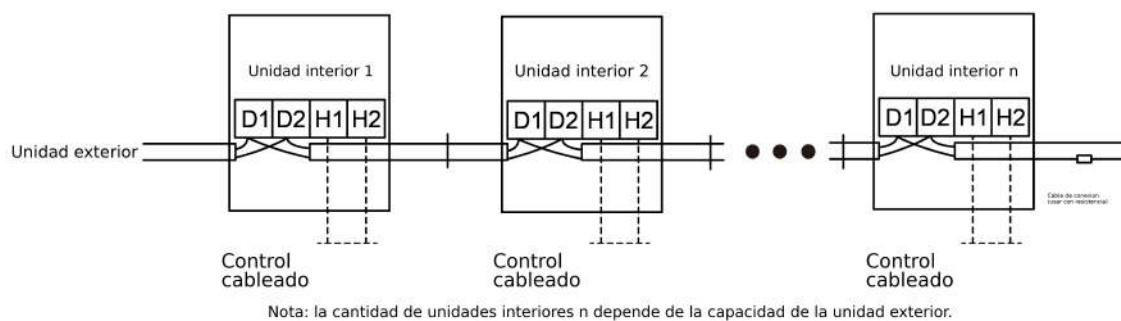

Fig.5.3.2
- (4) Fije el cable de comunicación con la abrazadera de la caja eléctrica.
- (5) Para una comunicación más confiable, asegúrese de conectar la resistencia terminal a la UDI más aguas abajo del bus de comunicación (terminales D1 y D2), como se muestra en la Fig. 5.3.2; la resistencia terminal se suministra con cada UDE.